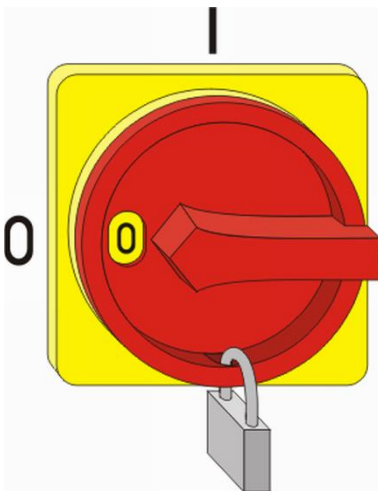

Abb.66: Hauptschalter sichern
2. Hauptschalter gegen Wiedereinschalten mit einem Schloss sichern (Abb. 66).